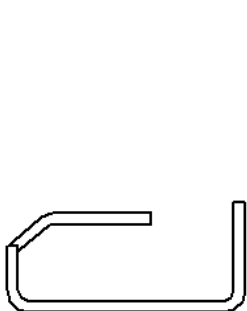
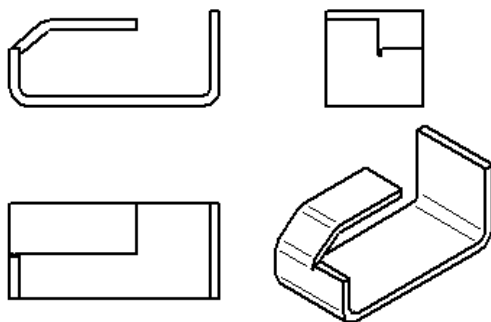

图 7.2.4 创建主视图
图 7.2.5 创建基本视图
Step4. 放置视图。将鼠标放在图形区，会出现视图的预览，选择合适的放置位置单击以生成主视图，如图 7.2.4 所示。
Step5. 放置其他视图。单击“图纸视图”区域中的 **主视图** 命令，系统弹出“主视图”命令条。在系统 **单击一个图纸视图。** 的提示下，选择图 7.2.4 中的主视图作为投影的父视图，在主视图的下方合适的位置处单击，生成俯视图；其次选择主视图并在其右侧放置，生成左视图；最后选择主视图并在其右下方放置，生成轴测视图。然后将其调整至合适的位置，如图 7.2.5 所示。